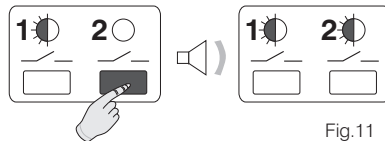

Fig.11
- Mantenere premuto il **tasto 2/** fino alla emissione di un singolo segnale acustico, quindi rilasciarlo. Entrambi i **LED** sono lampeggianti. Il **canale 2** è predisposto per essere asservito al **cronotermostato "Master"** (fig.11).